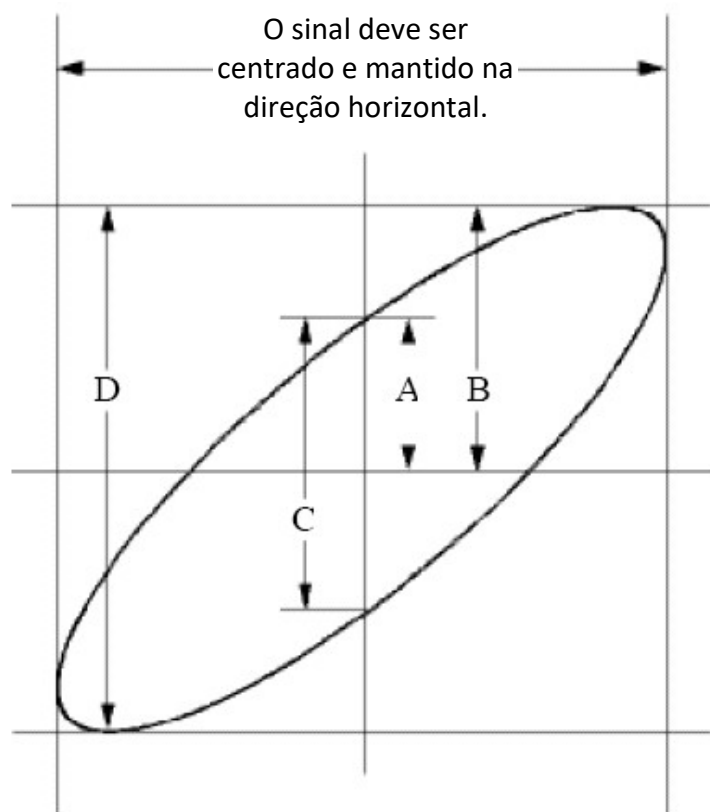

Figura 7-6 Figura de Lissajous
- (7) Use os knobs **VOLTS/DIV** e **VERTICAL POSITION** para otimizar a forma de onda.
- (8) Com o método do oscilograma elíptico adotado, observe e calcule a diferença de fase (veja Figura 7-6 a seguir).